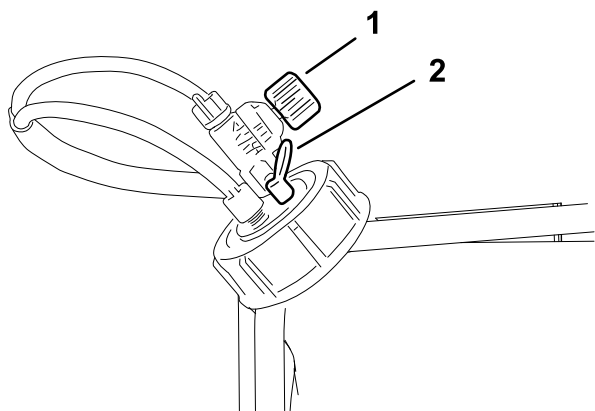

图 11
泡沫调节器调整阀——控制泡沫溶液的稠度。调节阀门可控制传送到泡沫喷嘴的肥皂液的总量。增加流量将使滴出的泡沫更大且更为频密减少流量使滴出的泡沫较小且较为疏落图 11。
泄压阀——向外拉水箱盖上的红色拉环释放水箱中的压力图 11。
5. 初次操作时将泡沫浓稠度调整阀打开 $\frac{1}{8}$ 至 $\frac{1}{4}$ 圈图 11。